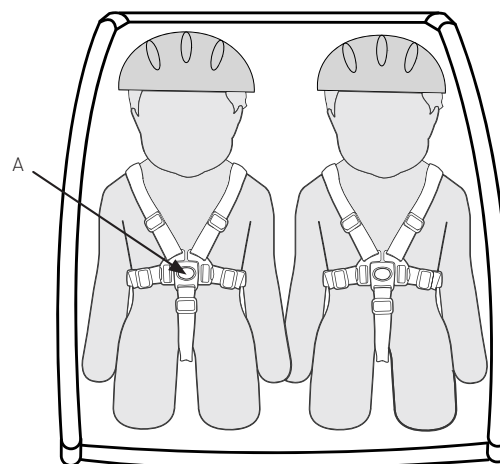

Figure 25
1. Avant d'installer/désinstaller votre enfant, engagez le frein de stationnement. Une fois l'enfant assis, sécurisez et ajustez les harnais. Attachez les sangles et les ceintures dans le harnais à 5 points, puis ajustez-les (Figure 25). Attachez et ajustez la/les ceinture(s) sous-abdominale(s).